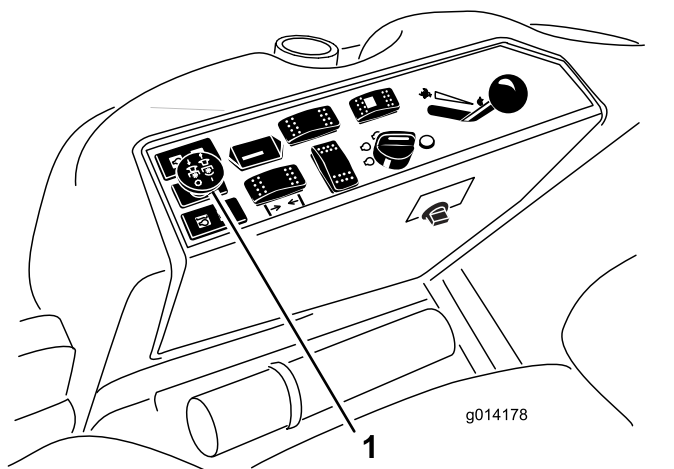

Figura 23
3. Puxe para cima o interruptor da tomada de força para o engatar (Figura 23).